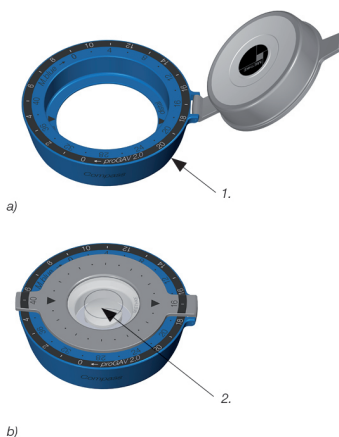

Bild 11: M.blue plus Compass
M.blue plus Compass (Bild 11) används för att lokalisera och avläsa (M.blue) reglerbara gravitationsenhet och den reglerbara differensstryckenheten (proGAV 2.0) till M.blue plus.